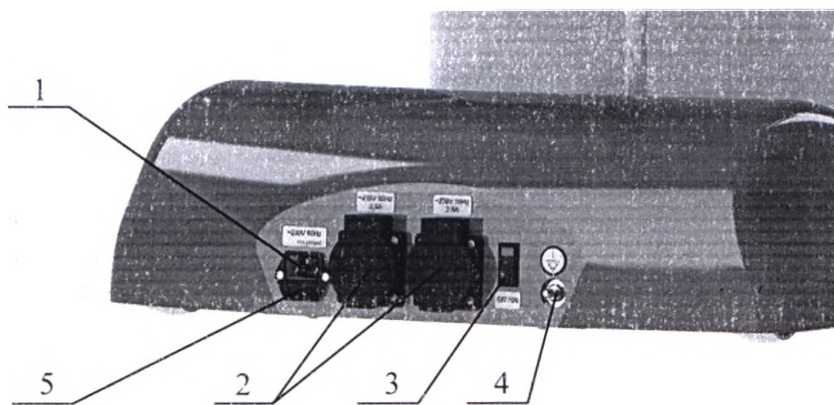

Рисунок 2. Панель питания.
9.9 После окончания работы отключите кресло от сети питания, выключив на панели питания выключатель 3 (Рисунок 2).